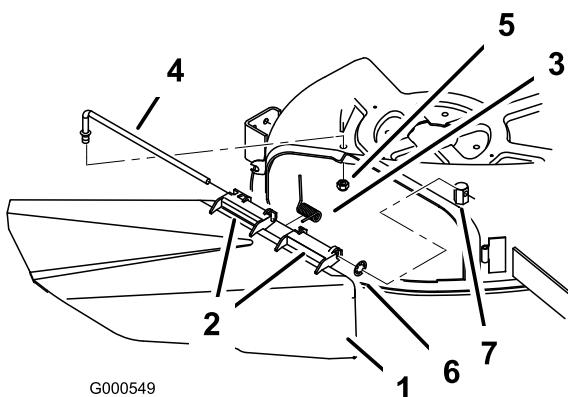

Figura 51
1. Localice los elementos mostrados en la Figura 51.
2. Retire la tuerca (3/8 pulg.) de la varilla (debajo del cortacésped) (Figura 51).
3. Deslice la varilla para retirarla del espaciador corto, de la arandela de freno interna, del muelle y del deflector de hierba (Figura 51). Retire el deflector de hierba dañado o desgastado.
- Cambie el deflector de hierba y la arandela de freno interna (Figura 51).
- Coloque el muelle sobre la varilla, con los extremos de los alambres hacia abajo, y entre los soportes del deflector de hierba. Deslice la varilla por el segundo soporte del deflector de hierba y por la arandela de freno interna (Figura 51).
- Introduzca la varilla, en la parte delantera del deflector de hierba, por el espaciador corto de la plataforma. Fije el extremo trasero de la varilla en el cortacésped con una tuerca (3/8 pulg.) (Figura 51).